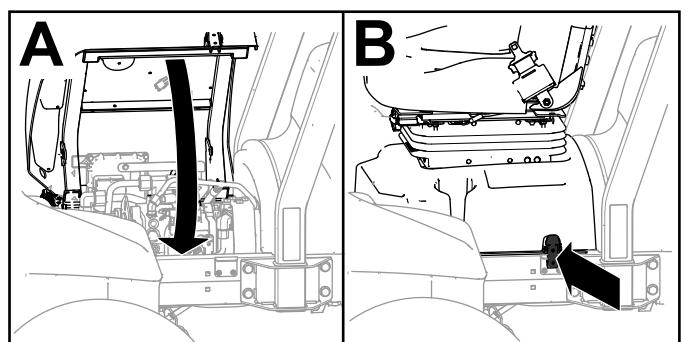

Figure 95
4. Baissez le siège et sa base et verrouillez la base (Figure 95).